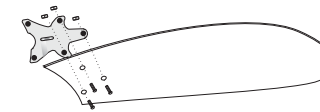

Fig.02
-Fixe o conjunto de garra e pá (já fixados conforme fig. 02) no motor com parafusos (24) e porcas (20). **Obs: As garras devem estar fixadas na parte superior do motor (fig 01), e as pás devem ficar levemente inclinadas para cima, proporcionando assim uma maior área de ventilação.**